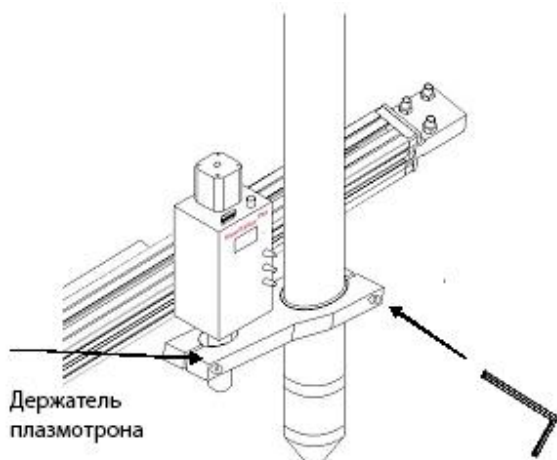

Рис. 7.7. Установка плазмоторна.
3. В зависимости от конструкции держателя плазмоторна установите и закрепите плазмоторн (См. рис. 7.7).